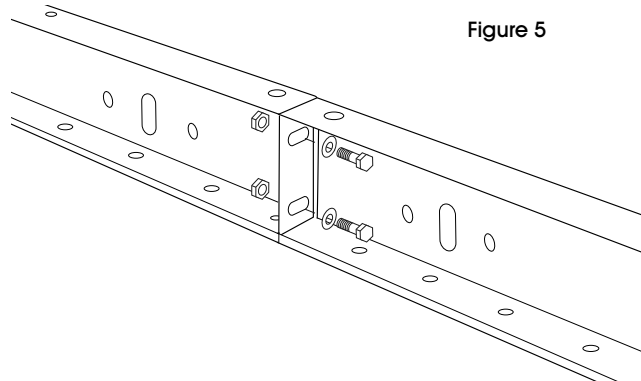

Figure 5
2. Fasten the bolts through the ends of both conveyor frames, using the same holes that they arrived in. (See Figure 5)
2. Fixez les boulons en les faisant passer à travers les extrémités des deux cadres de convoyeur et en utilisant les mêmes trous que ceux dans lesquels les boulons se trouvaient à l'origine. (Voir Figure 5)